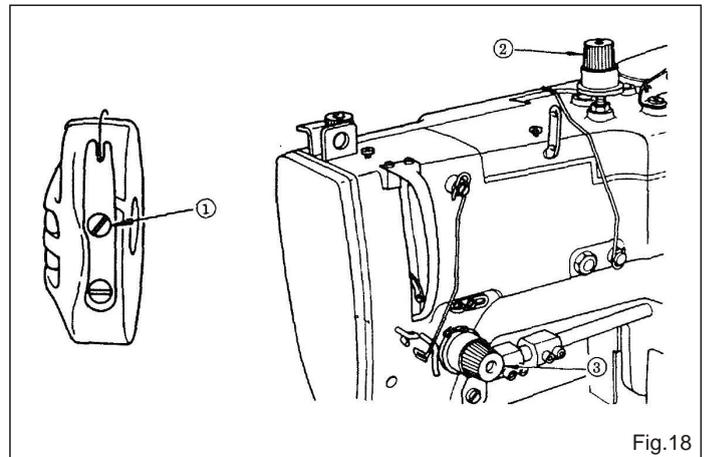

Fig.18
16. TENSÃO DA LINHA (Fig. 18 e 19)